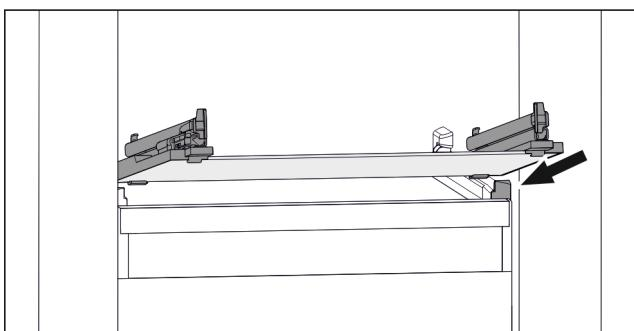

Fig. 77 玻璃隔板例图
- ▶ 将玻璃隔板斜放在止动器后面。[参见 Fig. 77]